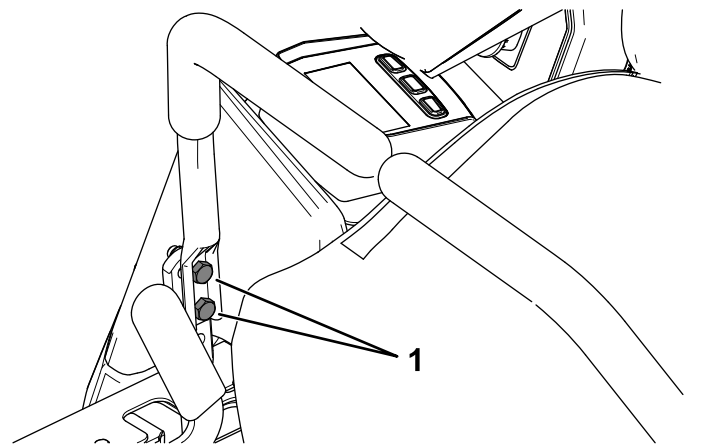

Figura 53
- 12. Apriete los 2 pernos de montaje de la palanca de control de movimiento (Figura 53).
10. Si es necesario alinearlas, afloje los 2 pernos de montaje de la palanca de control de movimiento del lado que está mal alineado (Figura 53).